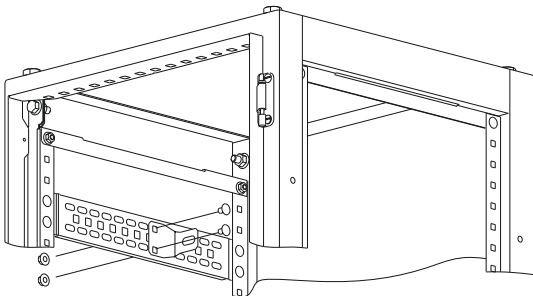

Рисунок 12
8.3.2 Придерживая болт, вставьте его с Кронштейном в паз Рейки боковой и закрепите гайкой М6 (рисунок 12).